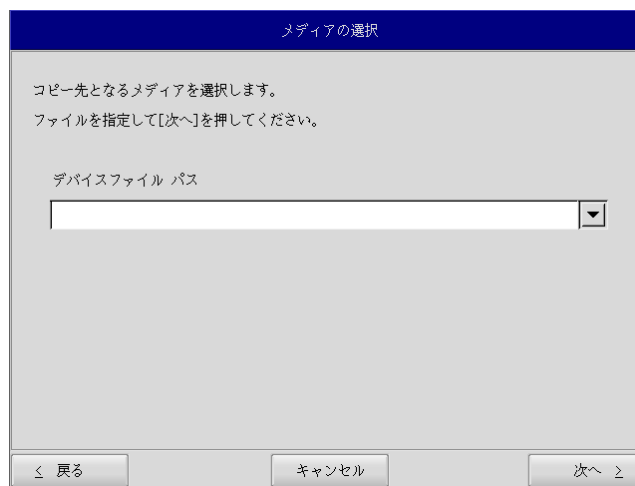

図 5-2-2. メディア選択画面
- ⑤ メディアの選択画面(図 5-2-2)が表示されます。コピー先となるメディアを選択し、「次へ」ボタンを押します。